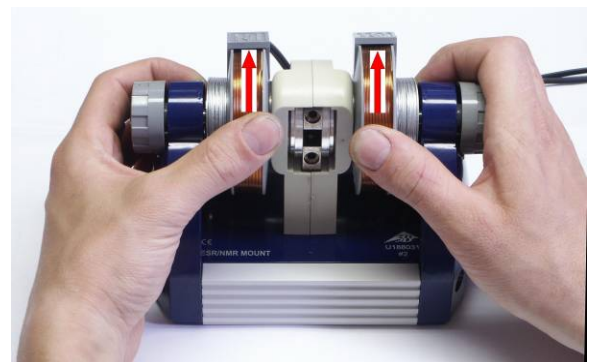

Fig. 10 Deslocar os ímãs
7.5.3 Afrouxar levemente os parafusos serrilhados e mover os ímãs 1 até 2 mm para fora da posição terminal. Para isso empurrar as duas bobinas para trás com os polegares e com os dedos apoiá-las na unidade base (Fig. 10). Aparafusar os parafusos serrilhados enquanto observa o 'Peak'.